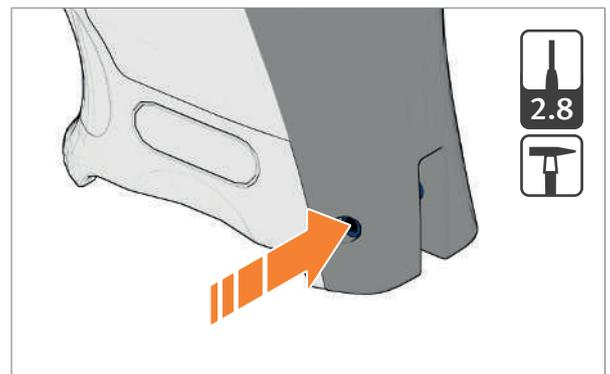

Abb. 26: Spannstift für Griff Rücken austreiben
1. Spannstift für Griff Rücken mit Durchtreiber austreiben (Abb. 26).